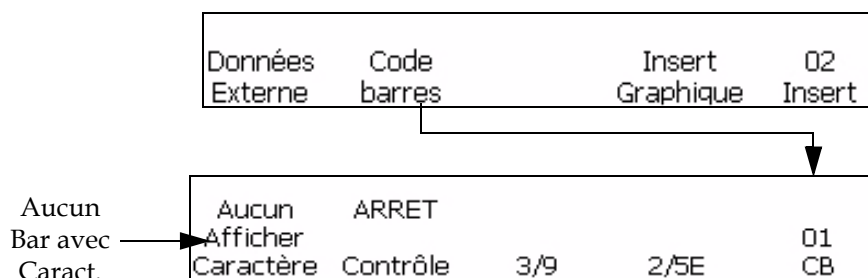

Figure 5-51: Fenêtre <01 Code-barres>
- 1 Commencer dans la Fenêtre <01 Code-barres> (01 Editor > 02 Editor - Insertions > 01 Insertion > 02 Insertion - Code-barres > 01 Code-barres). Voir Figure 5-51.